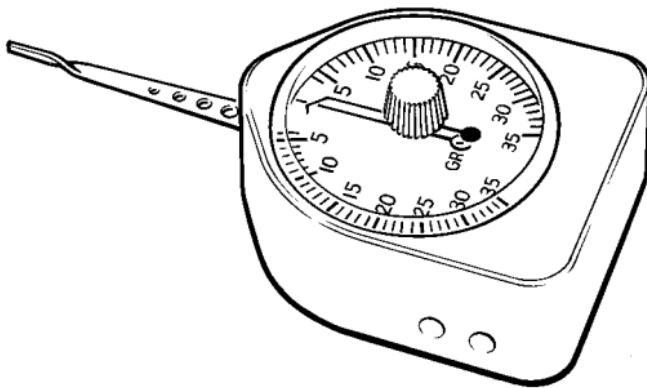

Abbildung 8 - Federwaage (Artikelnummer P-GA01-0001)
8.2 Federwaage (Seihe Abbildung 8)